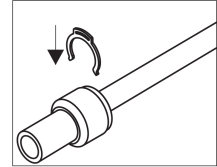

Fig. 5
- tegye vissza a biztonsági klipszet (Fig. 5)